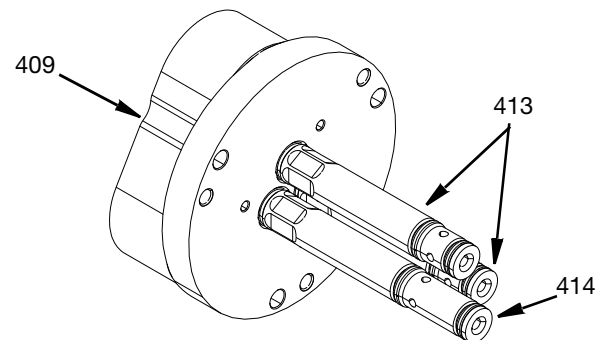

Рис. 31
5. Нанесите одну каплю резьбового фиксатора средней фиксации на резьбу короткой и длинной направляющих уплотнения подшипника (413 и 414) и вкрутите их в корпус пневмоцилиндра (409). Затяните с усилием 15 фут-фунтов (20,34 Н•м) См. Рис. 31.